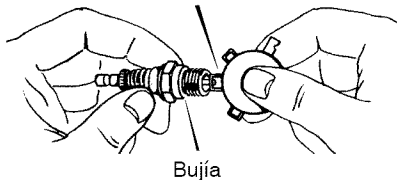

Figura 11
2. Revise el entrehierro de la **bujía** usando una **lámina calibradora** y ajustando el entrehierro a 0,030" si es necesario. Vea la Figura 11.